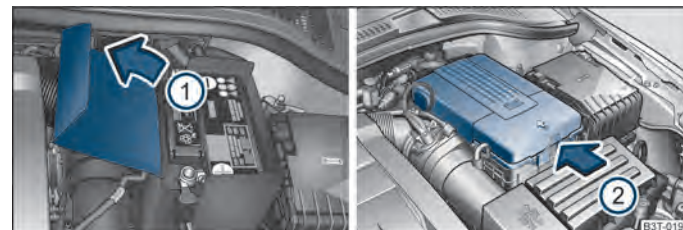

Fig. 176 Vano motor: Cubierta de poliéster de la batería del vehículo/cubierta de plástico de la batería del vehículo
La batería se encuentra en el vano motor en una cubierta de poliéster → fig. 176 - lado izquierdo, o en una → fig. 176 cubierta de plástico lado derecho - o en un cajón lateral izquierdo del maletero → fig. 105.
- Abra la cubierta de la batería en la dirección de la flecha ① o presione el enclavamiento en el lado de la cubierta de la batería en la dirección de la flecha ② → fig. 176, levante la cubierta y retírela.
El borde de la cubierta de poliéster de la batería → fig. 176 se introduce entre la batería y el mamparo de la cubierta al realizar trabajos en la batería.